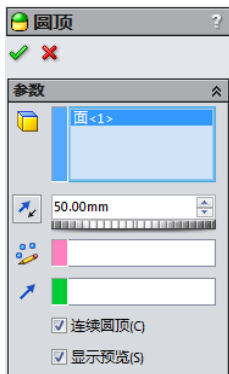

图 4-10 “圆顶”属性管理器
**04** 执行圆顶命令。在菜单栏中选择“插入”→“特征”→“圆顶”命令，或者单击“特征”工具栏中的“圆顶”图标按钮, 此时系统弹出如图 4-10 所示的“圆顶”属性管理器。